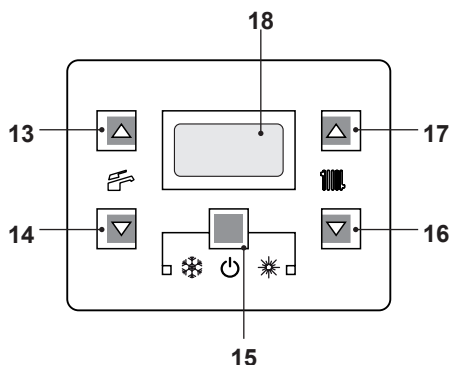

Figura 6.7
- Tenere premuto per 2 secondi il tasto 15 fino a far apparire sul display entrambi i simboli  e  (Figura 6.7).
- Spegnerne la caldaia tenendo premuto per 2 secondi il tasto 15 (Figura 6.7) fino a far apparire sul display LCD il simbolo  (Figura 6.6).